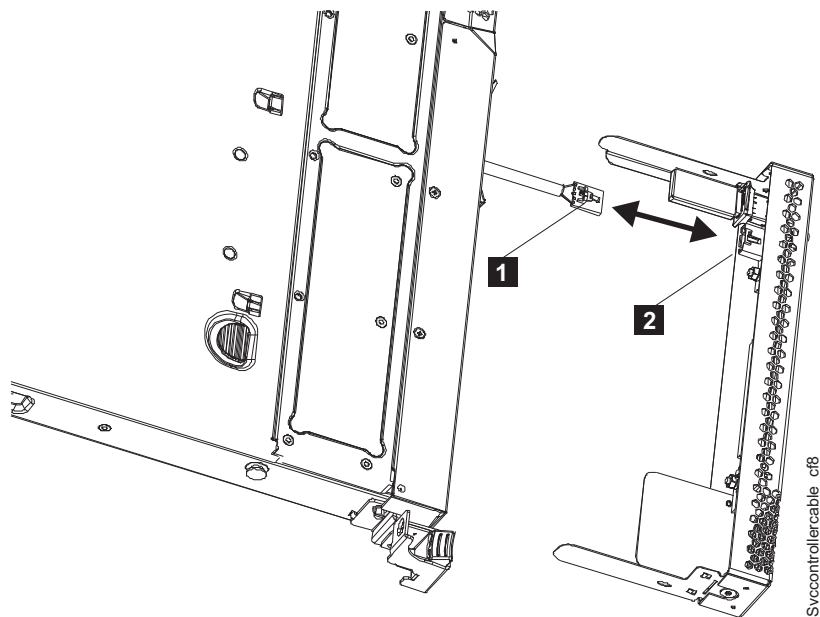

図 76. SAN ボリューム・コントローラー 2145-CG8 または 2145-CF8 サービス・コントローラーの USB ケーブルの取り外しおよび交換
a. USB ケーブル (図 76 の **1**) をサービス・コントローラー (**2**) から切り離します。
- d. USB ケーブルの他方の端を、サービス・コントローラーの背面にある USB コネクタ（101 ページの図 76 の **2**）に差し込みます。